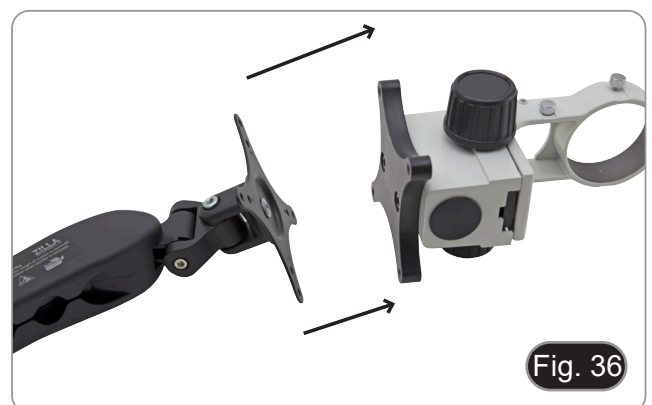

Fig. 36
10. Montieren den Fokus mit den mitgelieferten Schrauben und dem Inbusschlüssel am Arm. (Fig. 36)